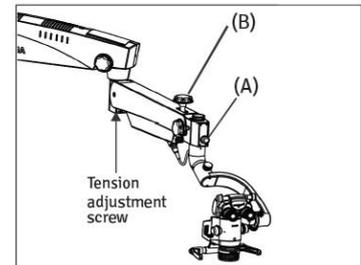

Abb. 49
3. Sperren Sie die Auf- und Abwärtsbewegung des Aufhängungsarms mit dem Sperrknopf (B) in Abb. 49, nachdem Sie den gewünschten Bereich fokussiert haben.
7. Die Beleuchtung wird über den Steuerknopf (A) gesteuert, Abb. 49. Drehen Sie ihn im oder gegen den Uhrzeigersinn, um die gewünschte Beleuchtungsstärke einzustellen.